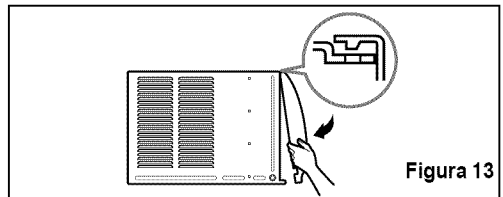

Figura 13
2. Pegue el panel frontal a la caja insertando los fijadores en el panel adentro los del panel dela caja. (Ver Figura 13)